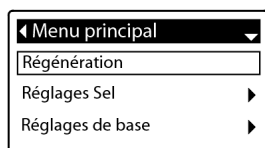
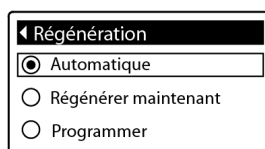

FIG.28
FIG.29
1. Depuis n'importe quel écran d'état séquentiel, appuyez sur SELECT (O) pour afficher le **Menu principal**.
2. Vérifiez que l'option **Régénération** est sélectionnée (Figure 28).
3. Appuyez sur SELECT (O) pour afficher le menu Régénération (Figure 29).
4. Si un point noir figure déjà en face de l'option souhaitée (Figure 29), passez à l'étape 5. Sinon, appuyez sur DESCENDRE (▼) ou MONTER (▲) pour parcourir jusqu'à l'option souhaitée, puis appuyez sur SELECT (O) pour valider votre choix.
- **Régénérer maintenant** lance une régénération immédiatement après le deuxième appui sur SELECT (O) selon l'étape 5.
5. Appuyez sur SELECT (O). Si l'option **Régénérer maintenant** est sélectionnée, l'affichage va immédiatement à l'écran d'état Régénération (Figure 30). Si l'option **Automatique** ou **Programmer** est sélectionnée, l'affichage revient au Menu principal (Figure 28).